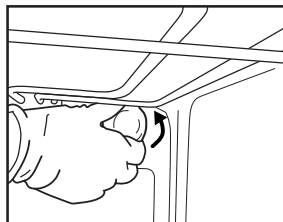

Fig. 8
2. Dévissez le couvercle de l'ampoule (Fig. 8), remplacez l'ampoule (voir la remarque pour le type de lampe), puis revissez le couvercle de l'ampoule.